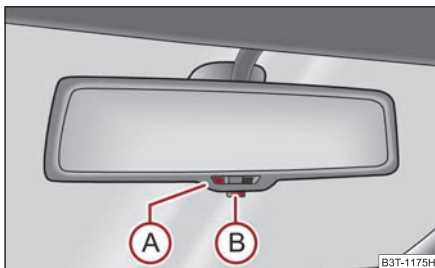

Fig. 73 Oglinza interioară cu reglare automată antiiorbire
- Apăsați tasta (B) - lampa de control (A) se aprinde ⇒ fig. 73.